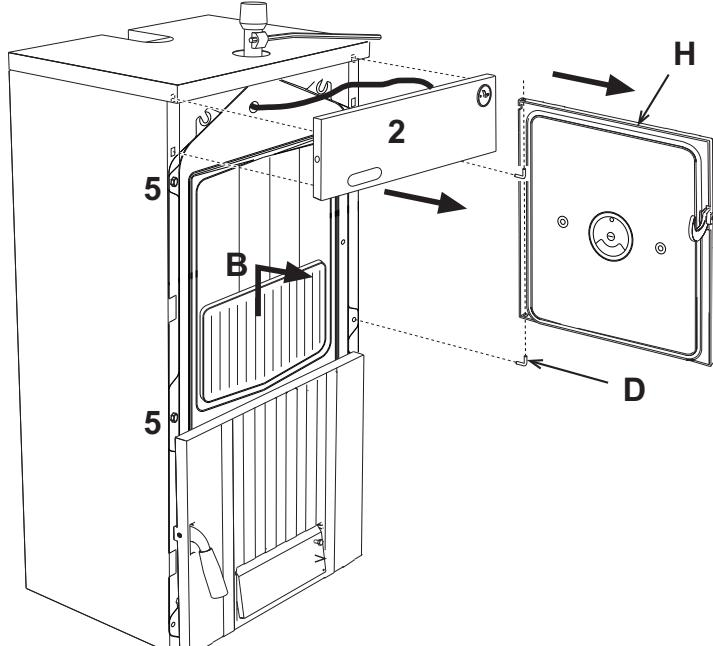
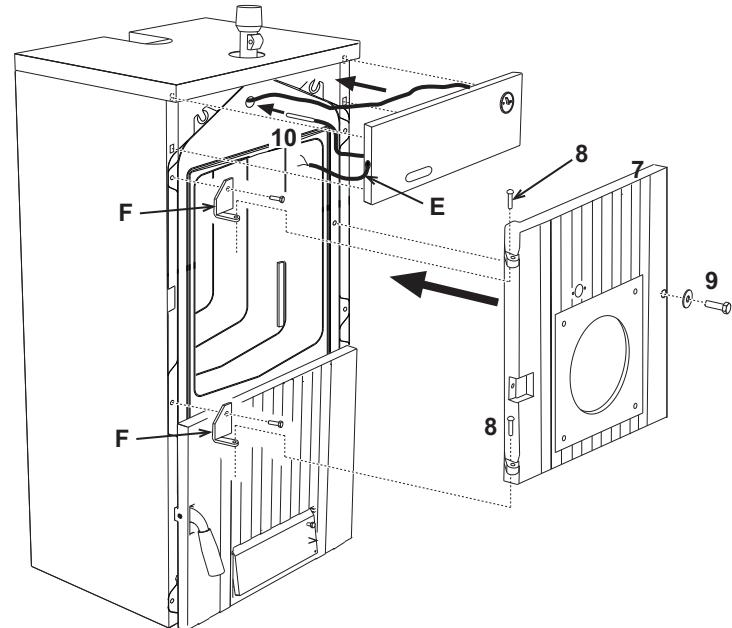

рис. 5
рис. 6
- Раскрутите 2 гайки "5" (рис. 5) и зафиксируйте их скобами "F" (рис. 6).
- Поместите новую дверцу "7" (рис. 6) на скобы "6" и зафиксируйте ее соответствующими колышками "8".